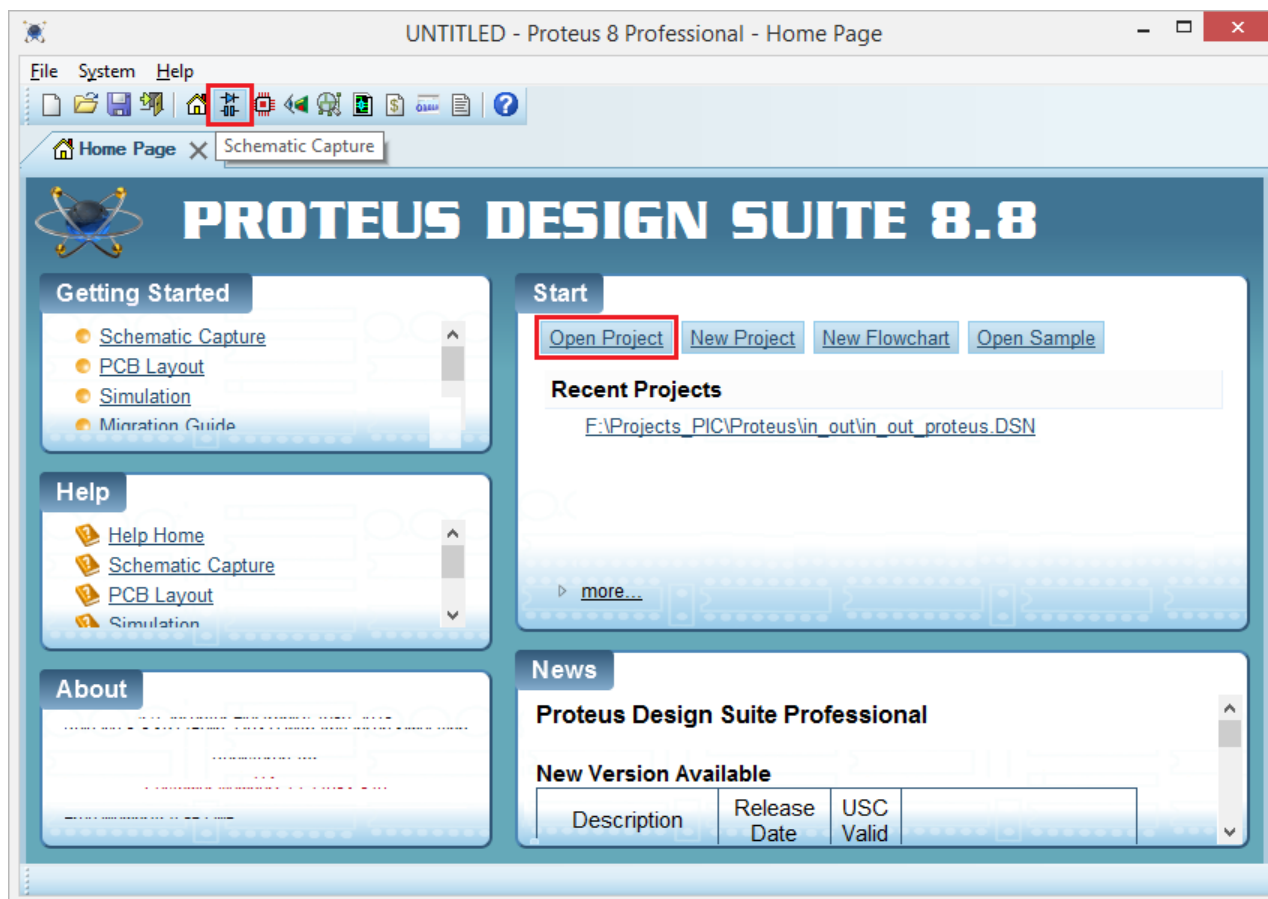

Рисунок 2.36 – Середовище моделювання «Proteus»
1. Відкрити середовище моделювання «**Proteus**» і натиснути на кнопку «**Schematic Capture**» або «**Open Project**» (рис. 2.36).
Всі лабораторні роботи можуть бути виконані і налагоджені за допомогою апаратно-програмних комплексів (АПК) (рис 2.1, рис 2.2) та у програмі-симуляторі «Proteus» (рис. 2.36).